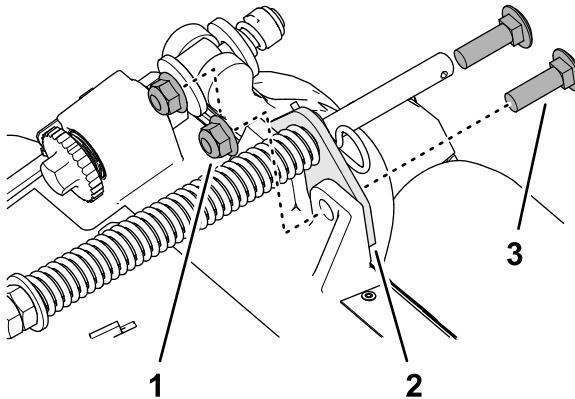

Figure 17
- Retirez les 2 contre-écrous à embase ($\frac{3}{8}$ po) et 2 boulons de carrosserie ($\frac{3}{8} \times 1\frac{1}{4}$ po) qui fixent le support du compensateur au cadre de l'unité de coupe (Figure 17).